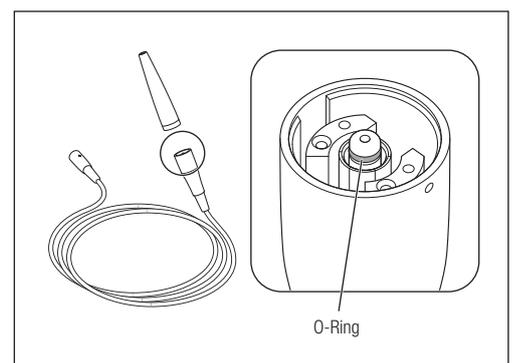

Abb. 44
2) Entfernen Sie den zu ersetzenden O-Ring mit Hilfe einer Nadel oder dergleichen (Abb. 44).